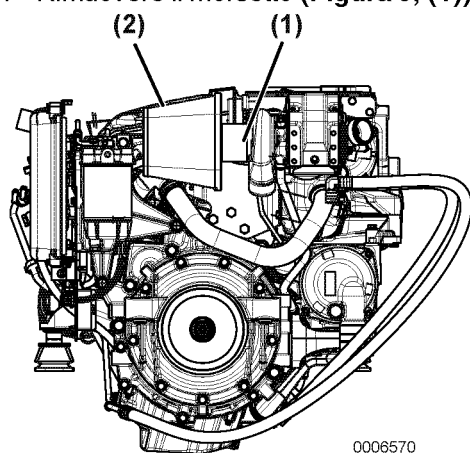

Figura 9
3. Rimuovere il morsetto (**Figura 9, (1)**).
4. Rimuovere il filtro dell'aria (**Figura 9, (2)**).